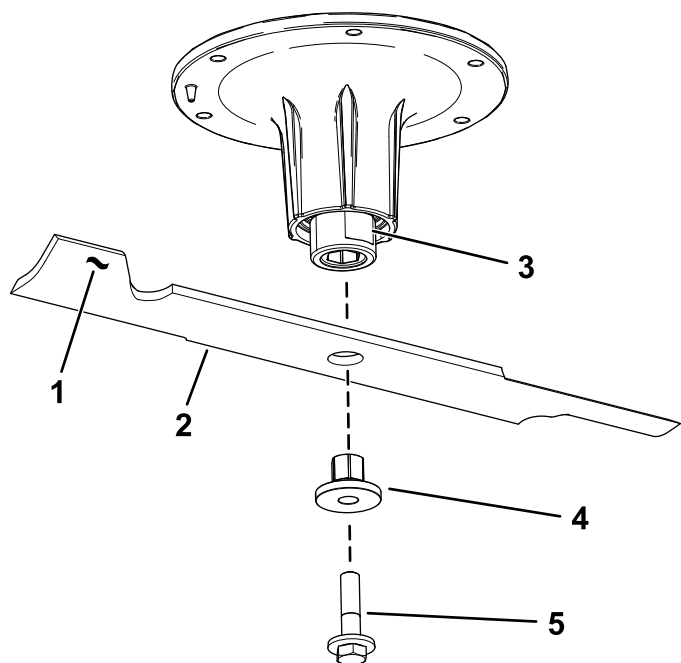

Figure 80
2. Retirez le boulon, la douille et la lame de l'axe de pivot (Figure 80).